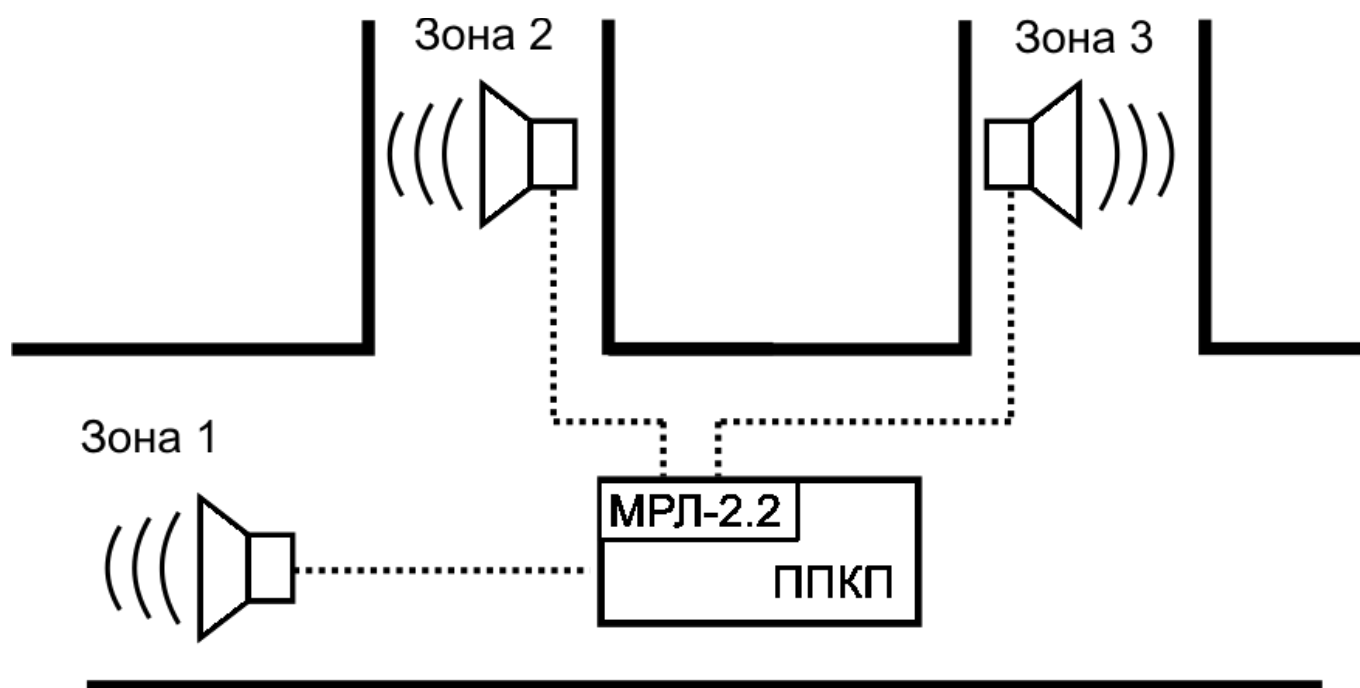

Рисунок 1 – Зонування оповіщення за допомогою МРЛ-2.2.
- зонування системи оповіщення (рис. 1).